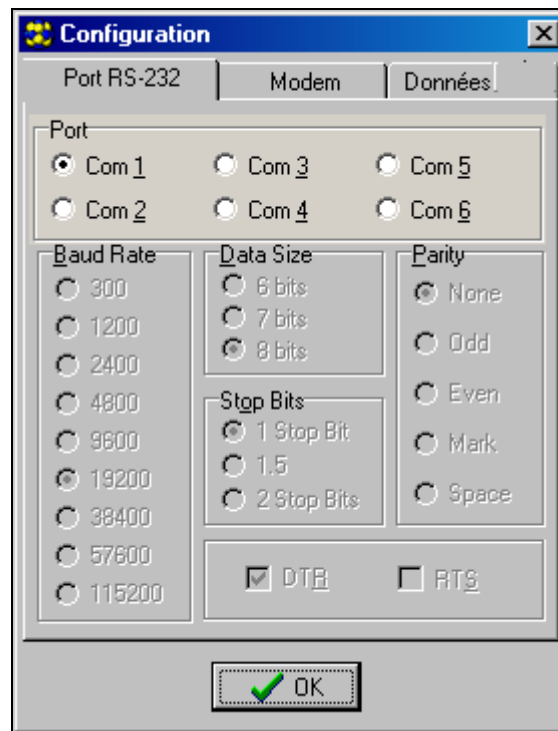

Fig. 8.
2. Entrer dans l'option de réglage de la communication avec le module en cliquant sur l'icône  (ou via le menu **Communication→Configuration**) et sélectionner le port par lequel l'ordinateur se connecte au du module (voir : Fig. 8).